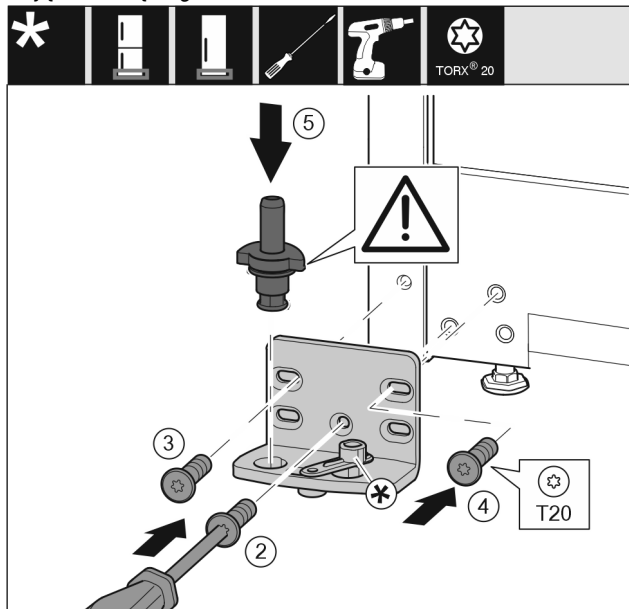

Fig. 14
- ▶ Płytkę zawiasu założyć z drugiej strony i przykręcić przy pomocy śrubokręta T20. Rozpocząć od śruby 2 dolnej umieszczonej na środku. Fig. 14 (2)
- ▶ Dokręcić śrubę 3 i 4. Fig. 14 (3,4)
- ▶ Założyć cały sworzeń płytki zawiasu. Przy tym zwrócić uwagę, by krzywka zatraskowa wskazywała do tyłu. Fig. 14 (5)